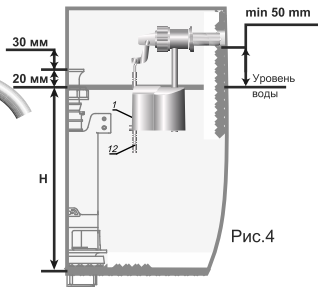

Рис.4
- Для регулировки уровня воды в бачке отсоедините тягу (12) от поплавка (1), переместите поплавок по стойке вверх или вниз и затем вновь присоедините к нему тягу. Минимальное расстояние от отверстия в боковой стенке бачка до уровня воды 50 мм (Рис. 4).
- Уровень воды H установить регулировкой клапана заливного на 20 мм ниже верхнего края трубы перелива (Рис. 4).